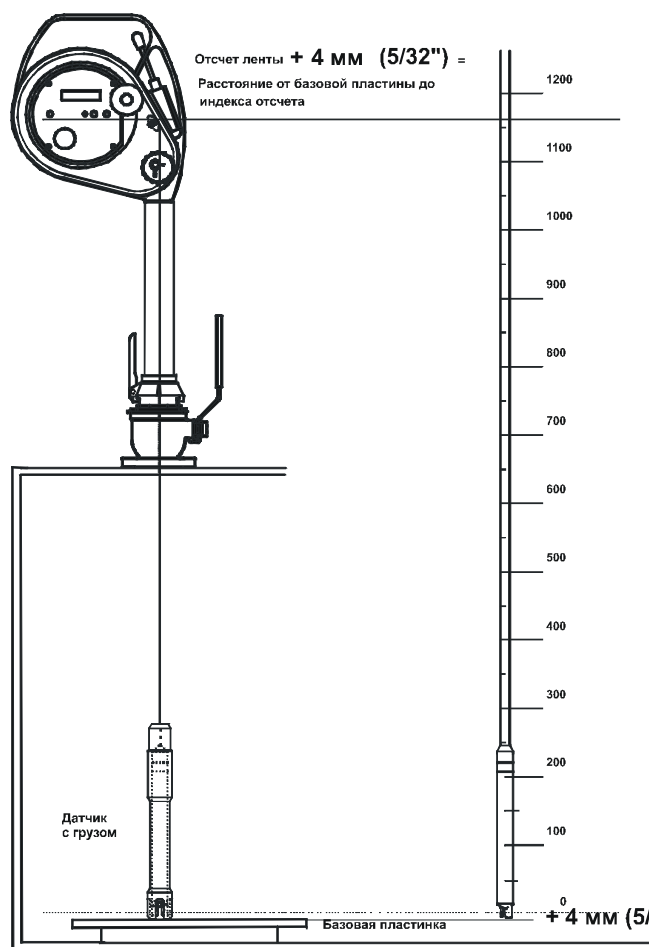

Рисунок 9-9
- Когда чувствительный датчик достигнет заглубленной / базовой плиты, индекс отсчета покажет расстояние. См. Рисунок 9-9. Точное расстояние от плиты до индекса отсчета (показания + 4 мм) или (показания + 5/32") которое является относительной высотой, при условии, что уровень индекса отсчета настроен на нулевой уровень незаполненного объема танка. Если ноль незаполненного объема находится выше или ниже индекса отсчета,